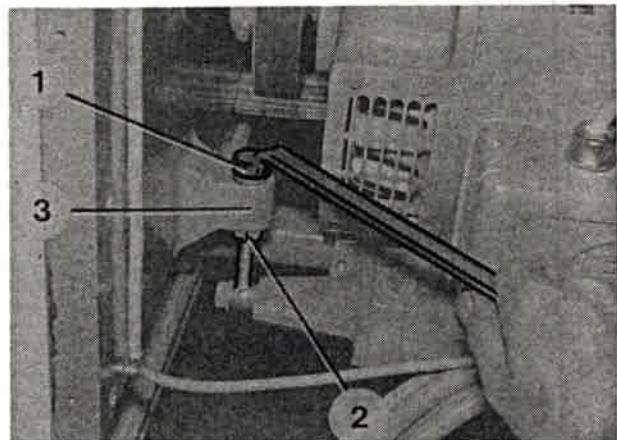

Bild 122
3. Zum Nachspannen Motor durch Drehen der Sechskantmutter (Bild 122/1) so lange absenken, bis sich die Keilriemen 5...10 mm durchdrücken lassen (Bild 121).
4. Sechskantmutter (Bild 122/2) gegen den Halter (Bild 122/3) kontern.